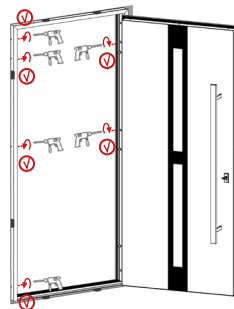

Fig. 22.
3.16. Tighten all anchors (Fig. 22).